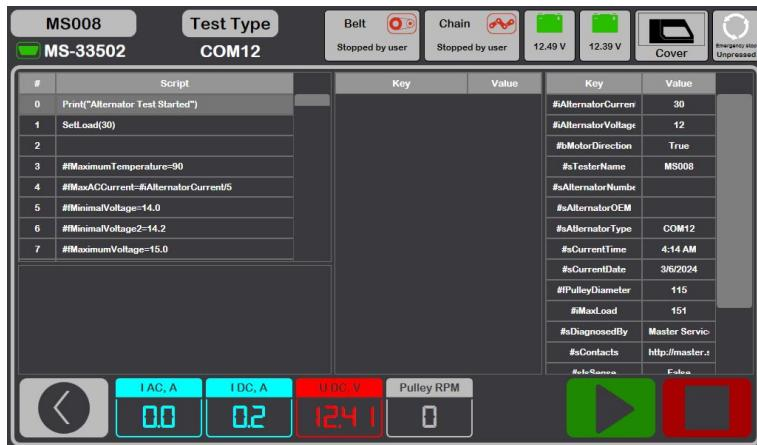

Рисунок 23. Меню режима автоматического теста
5. Для начала теста в открывшемся окне (см. рис. 23) нажмите кнопку . Далее станд сам проведёт все проверки согласно выбранному скрипту. В случае необходимости процесс теста можно прервать кнопкой .